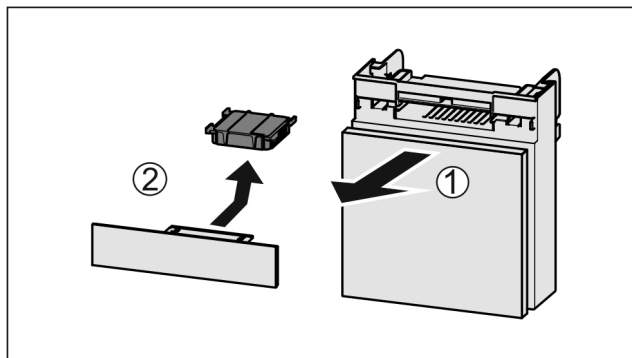

Fig. 162
- Tërhiqni kutinë nga përpara Fig. 162 (1).
- Hiqni filtrin me karbon aktiv Fig. 162 (2).